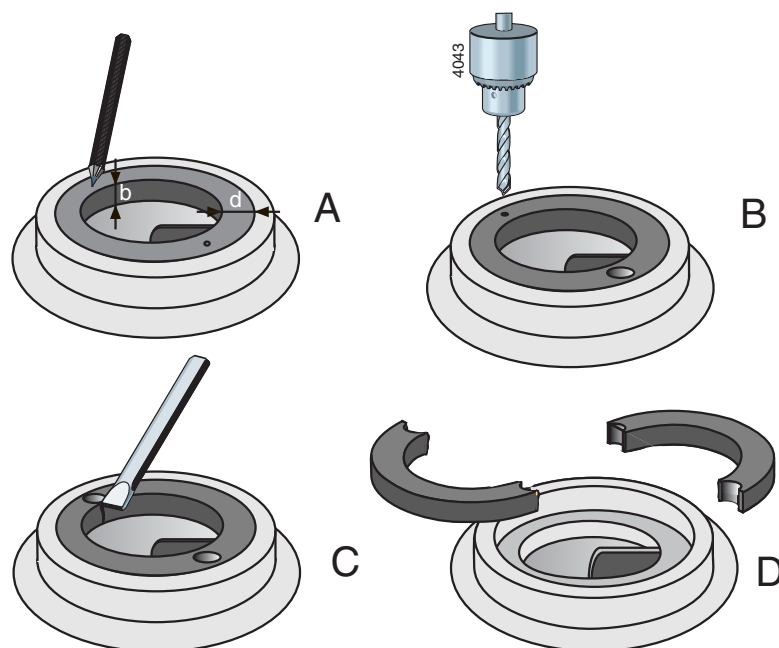

Bild 10: Borttagning av slitring.
- 1 Mät ringens tjocklek (D) och bredd (B), se bild 10 A.
- 2 Slå ett kärnslag i mitten av ringens kant på 2 motsatta ställen, se bild 10 B.
- 3 Använd en borrar med en diameter som är något mindre än ringens tjocklek (D) och borra två hål i ringen, se bild 10 C. Borra inte djupare än ringens bredd (B). Se till att pumphusets monteringsyta inte skadas.
- 4 Hacka igenom resten av ringtjockleken med ett stämjärn. Ringen kan då tas ut ur pumphuset i 2 delar, se bild 10 D.